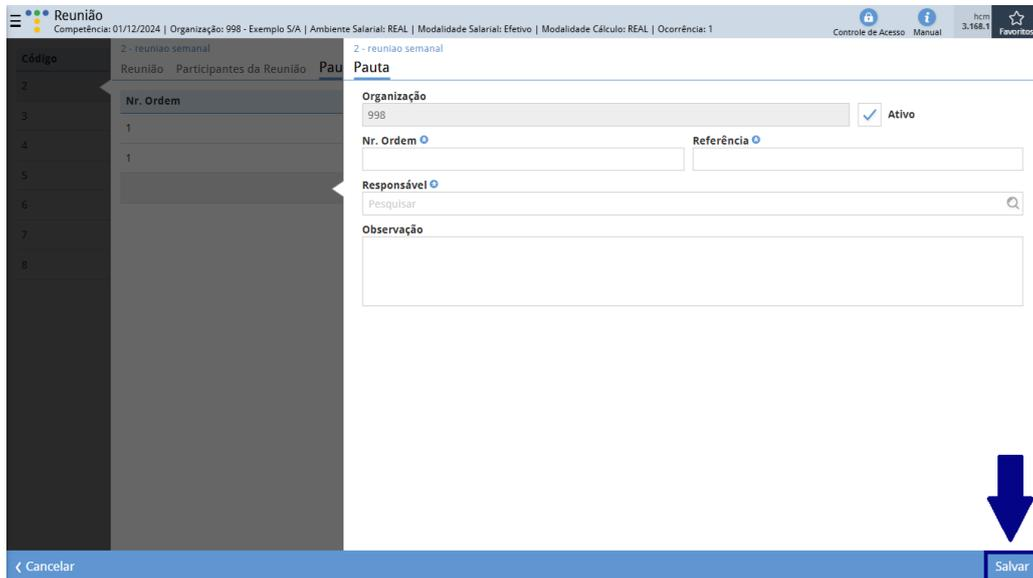

Figura 112: Salvar
3. Clique em **Salvar** (Figura 112).